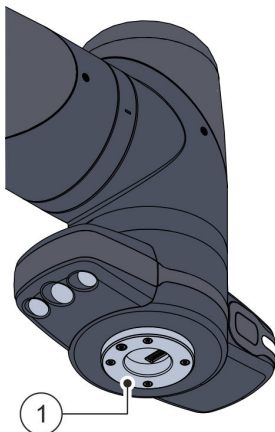

Abb. 60 Verbindungsflansch
Über den Verbindungsflansch Abb. 60 / ① können je nach Roboteranwendung verschiedene Werkzeuge des Betreibers an den Medienflansch angeschlossen werden.